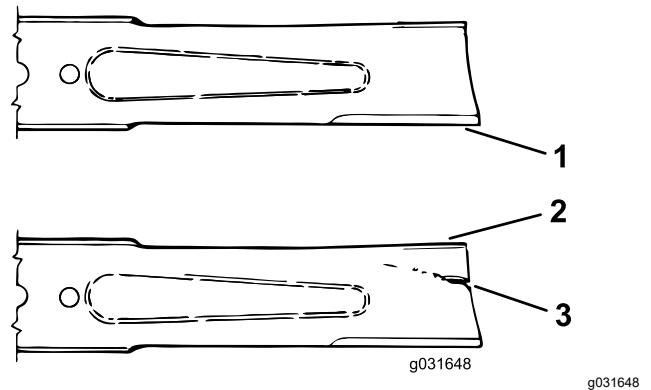

图 75
- 仔细检查刀片的剪草端特别是刀片平面和曲面交接的部分 (图 75)。